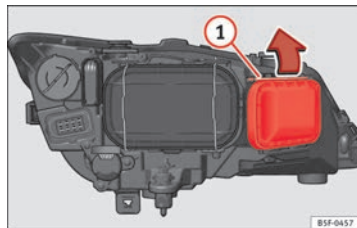

Fig. 187 Lámpara de luz intermitente.
- Desplace el tirante ⇒ fig. 187 ① en el sentido de la flecha y saque la tapa.